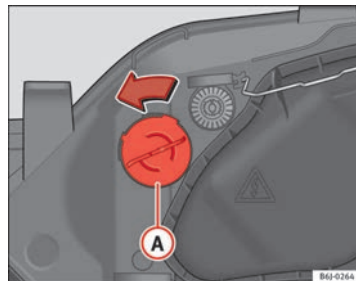

Fig. 169 Feux clignotants
- Tournez le support d'ampoules ⇒ fig. 169 **A** vers la gauche puis tirez.